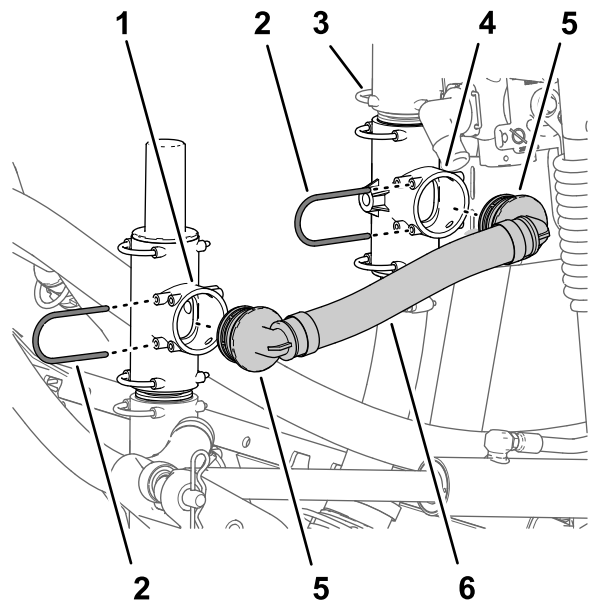

Figura 10
- Sujete el acoplamiento en T de 90° con la horquilla de retención (Figura 10) que retiró en el paso 2 de Retirada de las mangueras \(página 6\).
- Alinee el otro acoplamiento de 90° de la manguera de alivio de presión con el orificio abierto del acoplamiento en T inferior (sujeto al panel de montaje de las válvulas) e introduzca el acoplamiento de 90° hasta que quede bien asentado (Figura 10).
- Sujete el acoplamiento de 90° al acoplamiento en T superior con la horquilla de retención (Figura 10) que retiró en el paso 2 de Retirada de las mangueras \(página 6\).
- Alinee el acoplamiento de 90° de la manguera de alivio de presión con el orificio abierto del acoplamiento en T superior (situado debajo de la válvula de alivio de presión), e inserte el acoplamiento de 90° hasta que quede bien asentado (Figura 10).
4. Sujete el acoplamiento dentado recto a la válvula del eyector (Figura 10) con una horquilla de retención.